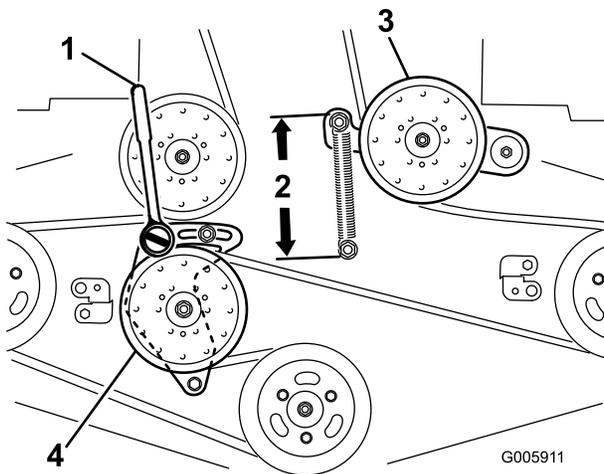

Bild 86
- Lösen Sie den starren Spannarm und stellen Sie ihn ein, um die Riemen Spannung zu lösen (Bild 86).
- Setzen Sie eine Ratsche mit einem kurzen Griff oder ein Stemmeisen in das rechteckige Loch im fixierten Spannarm ein (Bild 86).
- Drehen Sie zum Erhöhen der Riemen Spannung die Ratsche oder das Stemmeisen nach links, um den starren Spannarm zu bewegen, bis Sie einen Abstand von 16,5 cm zwischen den Federhaken erhalten (Bild 86).